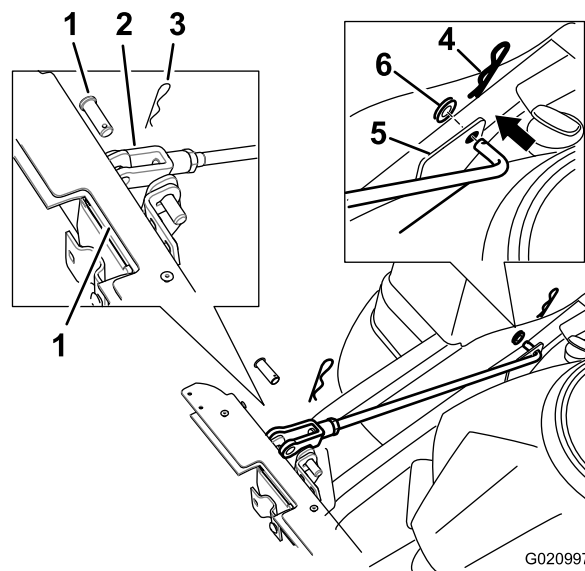

Figura 7
7. Instale dos varillas de apoyo, una en cada lado del bastidor del ensacador. Localice el soporte existente entre la rueda motriz trasera y el bastidor (Figura 7).
8. Introduzca los extremos doblados de la varilla en el bastidor del ensacador según se muestra en Figura 7. Sujete el extremo de la varilla con una arandela y un chaveta.
- Sujete la horquilla de la varilla al bastidor del ensacador con un pasador y una chaveta (Figura 7).